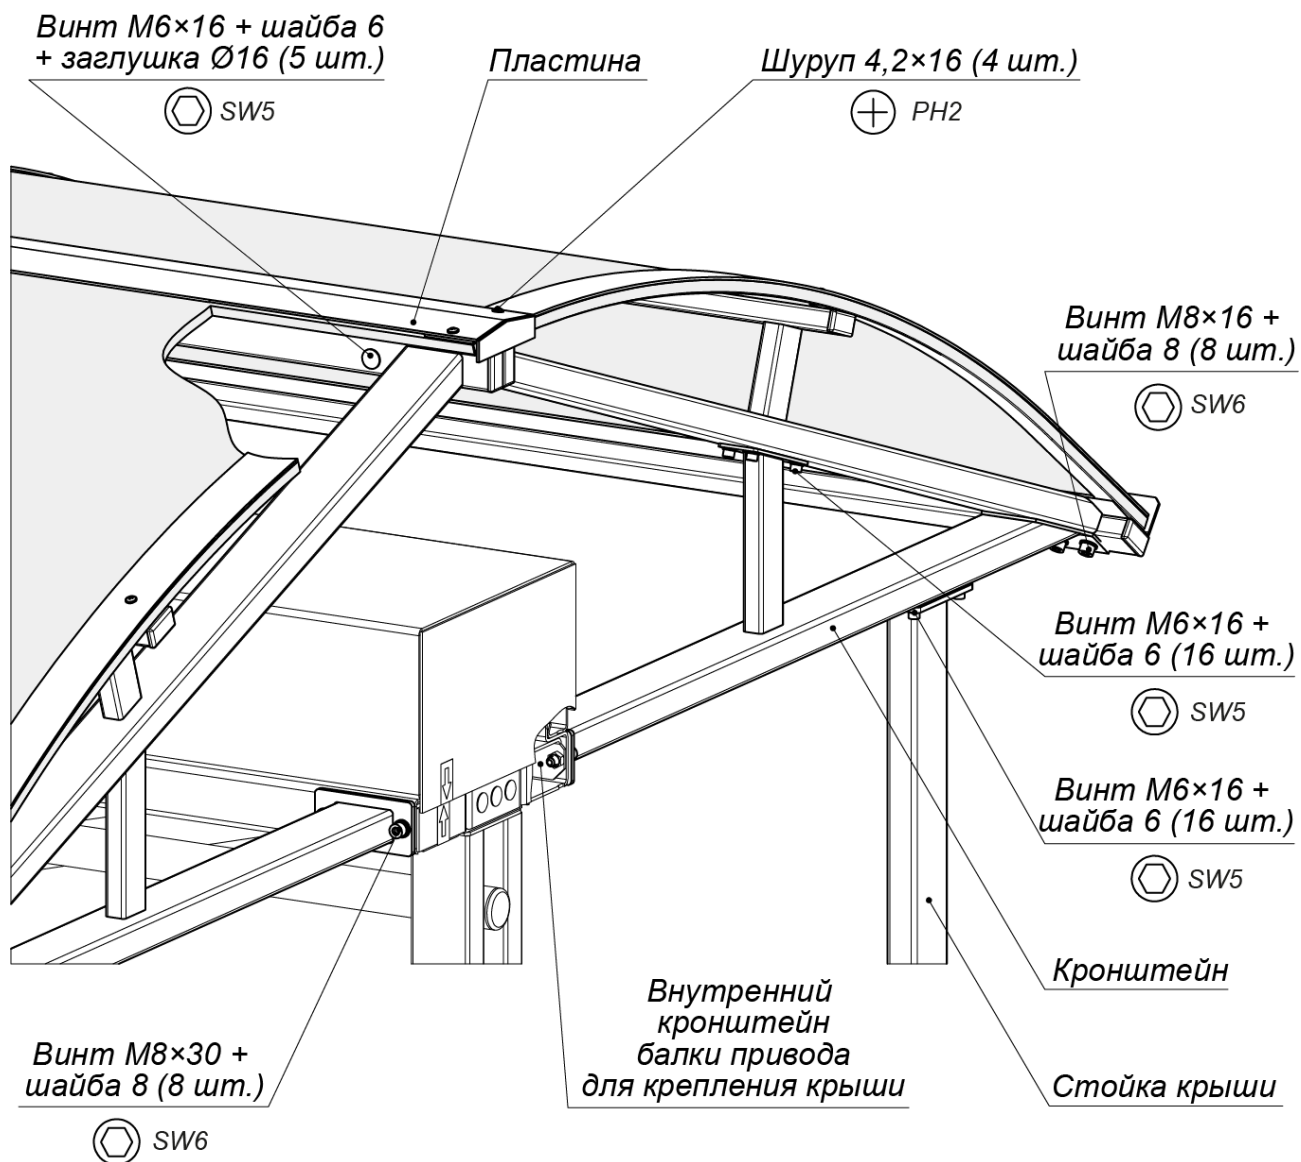

Рисунок 4. Монтаж крыши к балке привода турникета
7. Поднимите кронштейн на верхнюю горизонтальную площадку стойки, совмещая крепежные отверстия и отверстия в стойках и сориентировав фланец кронштейна на боковой поверхности балки привода турникета. Зафиксируйте кронштейн болтами M6×16 на каждой стойке, ключ SW5 (см. рис. 4).
8. Закрепите кронштейн двумя болтами M8×30 к балке привода турникета, ключ SW6 (см. рис. 4). Затяжка болтов – предварительная. Стык фланца и балки привода турникета перед затяжкой болтов рекомендуется герметизировать герметиком силиконовым.
10. Выполните установку полукаркаса крыши с одной из сторон турникета **PERCo-RTD-16**, зафиксировав его болтами M6×16 – 8 шт. (ключ SW5) и M8×16 – 4 шт. (ключ SW6) на установленных кронштейнах (см. рис. 4).